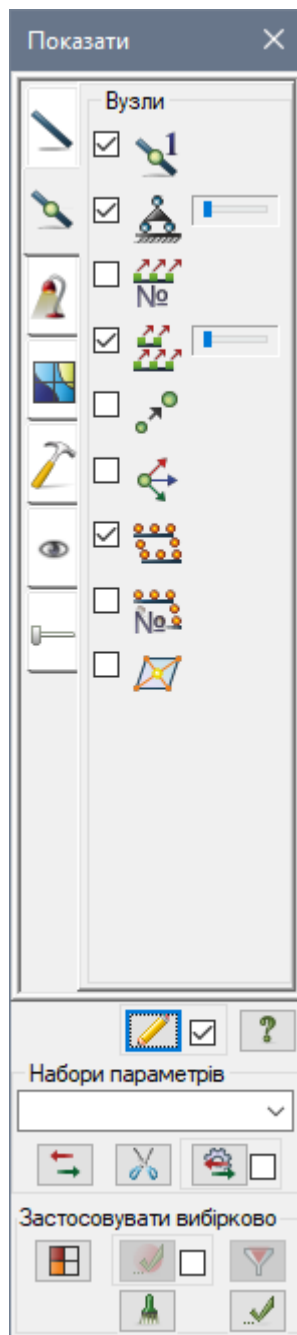

Рис. 5.4. Діалогове вікно Показати
- В діалоговому вікні **Показати** (рис. 5.4) перейдіть на другу закладку **Вузли** і встановіть прапорець **Номери вузлів**.